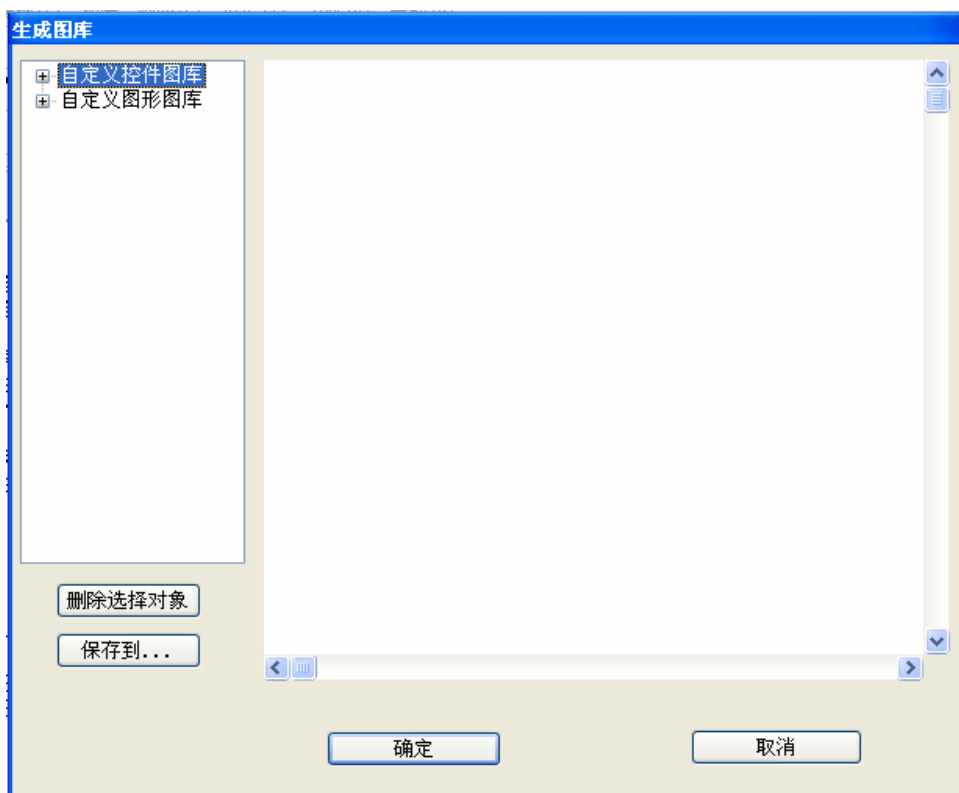

图 4-51 保存路径选择对话框
- 点击保存到...按钮，弹出如下对话框，如图 4-51 所示：